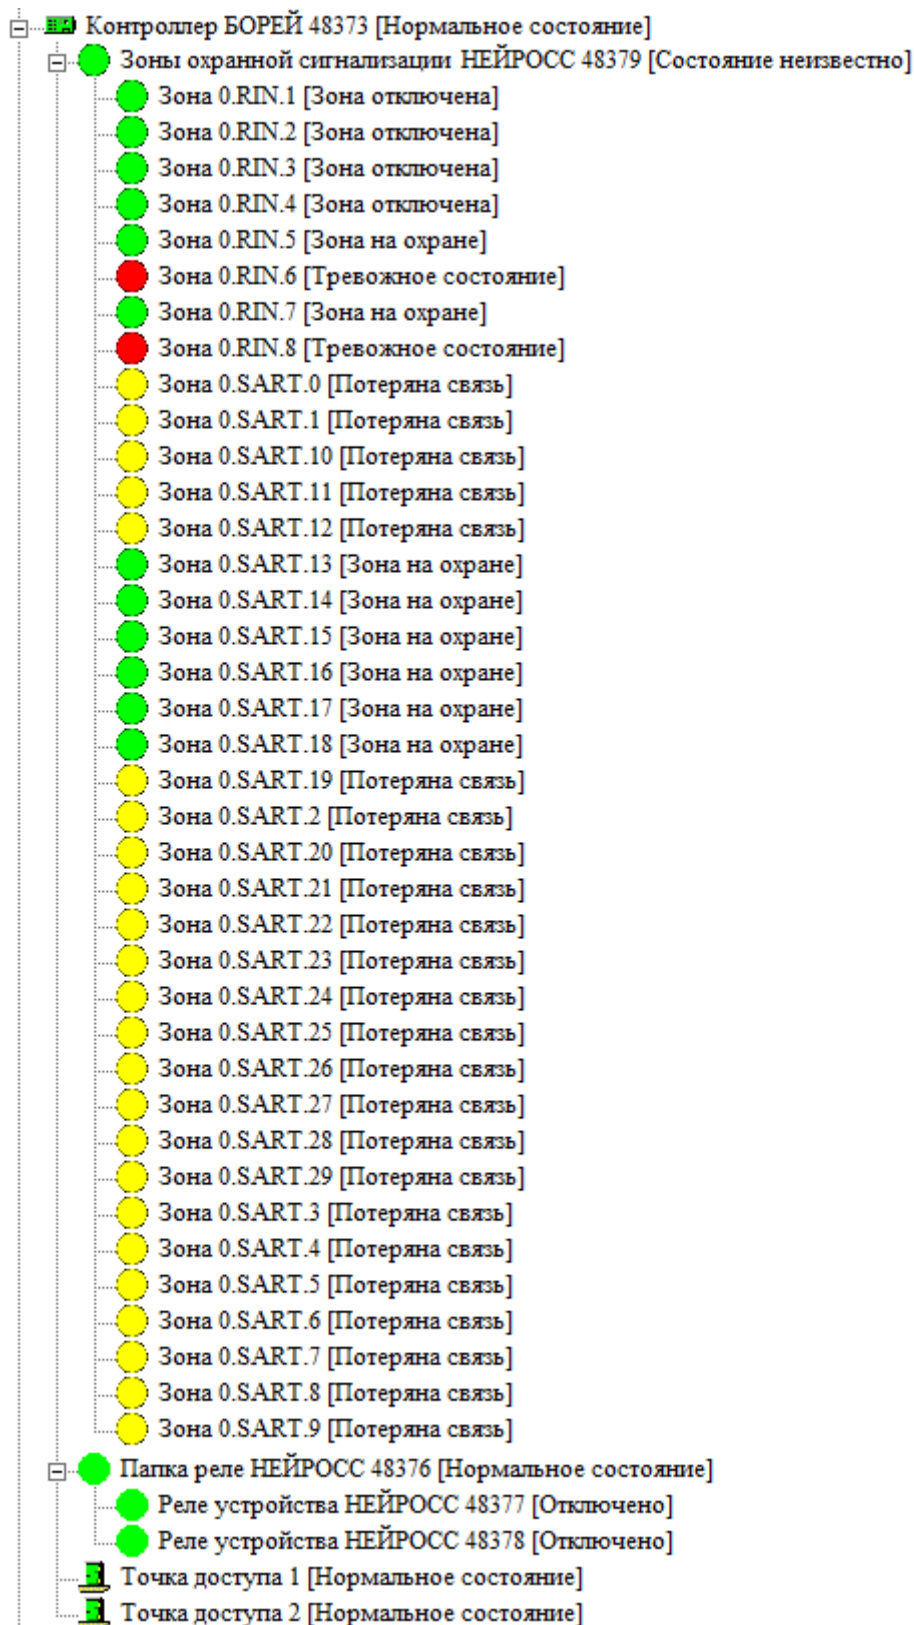

Рисунок 9.77 — Элемент **Контроллер БОРЕЙ**. Дочерние элементы
- Также будет произведён поиск всех устройств НЕЙРОСС («Борей», «КБУ-1», «ЯРС» и проч.), принадлежащих заданным в поле **Домен НЕЙРОСС** доменам. Для найденных устройств будут сконфигурированы соответствующие элементы **Контроллер БОРЕЙ**, **Контроллер НЕЙРОСС КБУ-1**, **Контроллер ЯРС**, **Система ИТРИУМ** и проч., и их дочерние элементы: **Точка доступа НЕЙРОСС**, **Зона охранной сигнализации НЕЙРОСС**, **Реле устройства НЕЙРОСС** и проч. (рисунок 9.77).